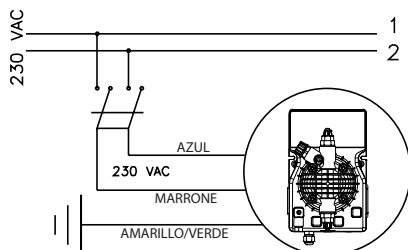

Fig. 4
1. Asegúrese de que esté desactivada eléctricamente (ambas polaridades) desconectando los conductores de los puntos de contacto de la red con el interruptor omnipolar de distancia mínima entre contactos de 3 mm. (Fig. 4).
1. Asegúrese que esté desactivada eléctricamente (ambas polaridades) desconectando los conductores de los puntos de contacto de la red con el interruptor onnipolar de distancia mínima entre contactos de 3 mm. (Fig. 4).
b.- Respete las leyes en vigor de cada país por lo que concierne a la instalación eléctrica (Fig. 4).
- a. Asegúrese de que esté desactivada eléctricamente (ambas polaridades) desconectando los conductores de los puntos de contacto de la red con el interruptor omnipolar de distancia mínima entre contactos de 3 mm. (Fig. 4).